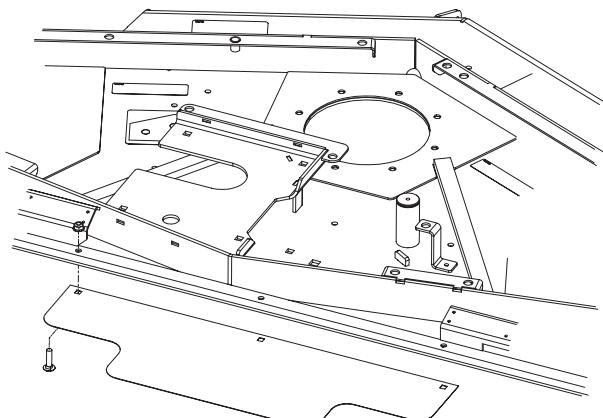

Bild 4
- Befestigen Sie das hintere Ablenkblech mit (3) 5/16 x 1 1/4 Zoll großen Schlossschrauben und Bundmuttern hinten am Mähwerk. Positionieren Sie das Ablenkblech wie in Bild 4 dargestellt.